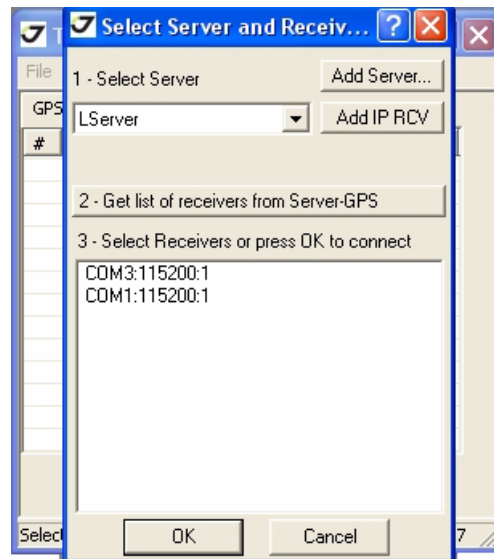

Рисунок 2-2. Подключение
2. Запустите на ПК TriVU. Выберите порт, к которому подключен приемник (Рисунок 2-2 на стр. 25)